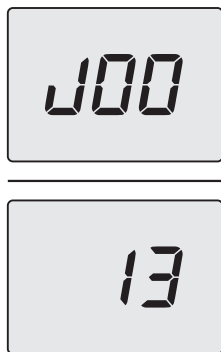

Figura 3.2
Premere contemporaneamente i tasti 14 e 15 per accedere al menù "INFO" (informazioni). Sul display verrà visualizzato il valore indice "J00" alternativamente al valore di pressione "13" (1,3 bar). Il numero, indicante la pressione, è visualizzato senza punto decimale mentre la lettera, indica l'unità di misura (bar) (Figura 3.2).
3.1 posto sotto la caldaia e verificate contemporaneamente la pressione del circuito riscaldamento sul display. La pressione dovrà essere compresa tra un valore di 1 bar, 1,5 bar (es. 1,3 bar in Figura 3.2).